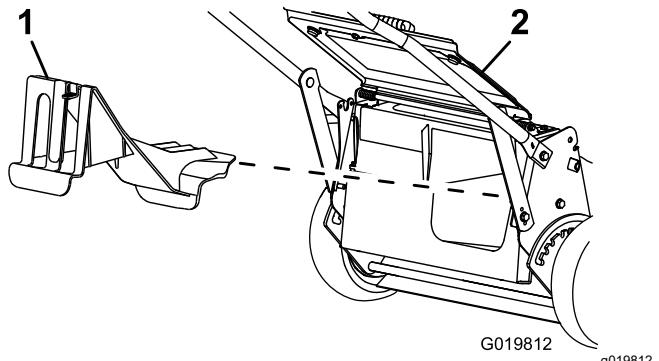

Figura 21
- Si el tapón de descarga trasero no está instalado, sujetelo por el asa, eleve el deflector trasero e introduzcalo en el conducto de descarga trasera hasta que el enganche encaje en su sitio; consulte Figura 21.
2. Retire el tapón de descarga trasero presionando hacia abajo sobre el enganche con el dedo pulgar y extrayendo del tapón de la máquina (Figura 21).